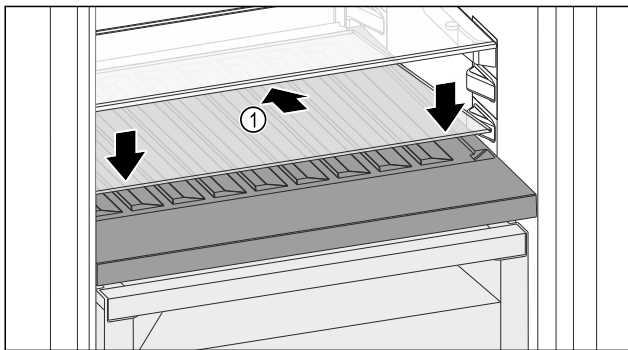

Fig. 118
- ▶ Вставте скляну полицю Fig. 118 (1) під кутом, нахиливши назад і донизу.
- ▶ Опустіть скляну полицю Fig. 118 (1) вперед.